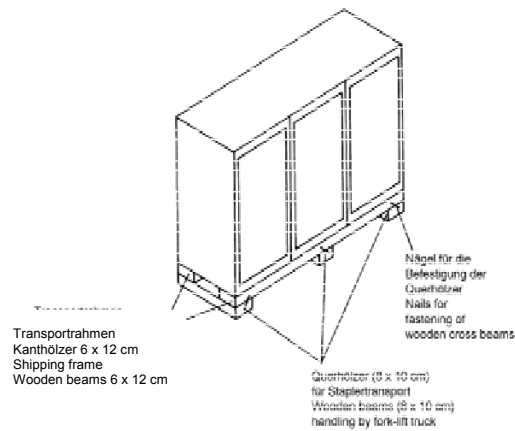

Abb. 18 / Fig. 18
- Transportrahmen aus Kanthölzern (6 x 12 cm) mit Befestigungsholzleisten (2,4 x 5 cm) sowie Querhölzer (8 x 10 cm) für Staplertransport (siehe Abb. 18)
Transporteinheiten mit Querprofilen und einem Gesamtgewicht von mehr als 1200 kg sind mit einem Transportrahmen (siehe Abb. 18) zu versehen. Dieser
- transport frame consisting of wooden beams (6 x 12 cm) with wooden fixing ledges (2,4 x 5 cm) and wooden cross beams (8 x 10 cm) for fork-lift transport (see fig. 18)
Shipping units with transverse section and a total weight of more than 1200 kg are provided with a transport frame (see fig. 18), which
Unverpackte Transporteinheiten sind direkt mit Querhölzern (siehe Abb. 18) für den Staplertransport zu versehen, bei verpackten Transporteinheiten befinden sich die Querhölzer unter der Verpackung.
Unpacked shipping units have to be provided directly with wooden cross beams (see fig. 18) for handling by fork-lift trucks. For packed shipping units the wooden cross beams are located underneath the packing material.